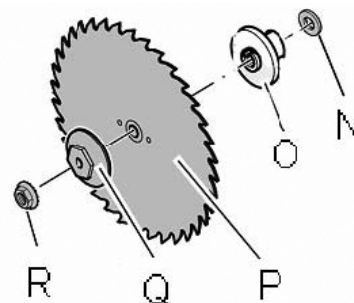

Fig. 14
Ta av muttern (R, bild 14) och spännflänsen (Q).